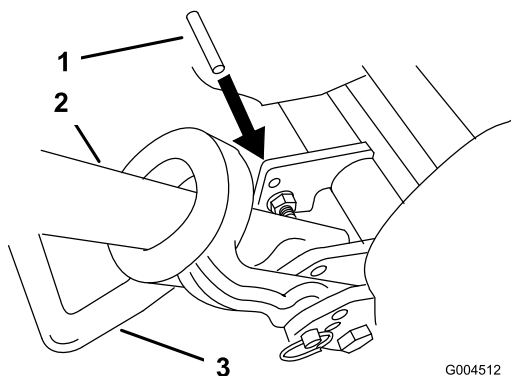

Figure 46
2. Abaissez la béquille. Insérez une goupille de 6 mm de diamètre (ou équivalent) dans le trou du bâti au-dessus du boulon de montage de la béquille (Figure 46).